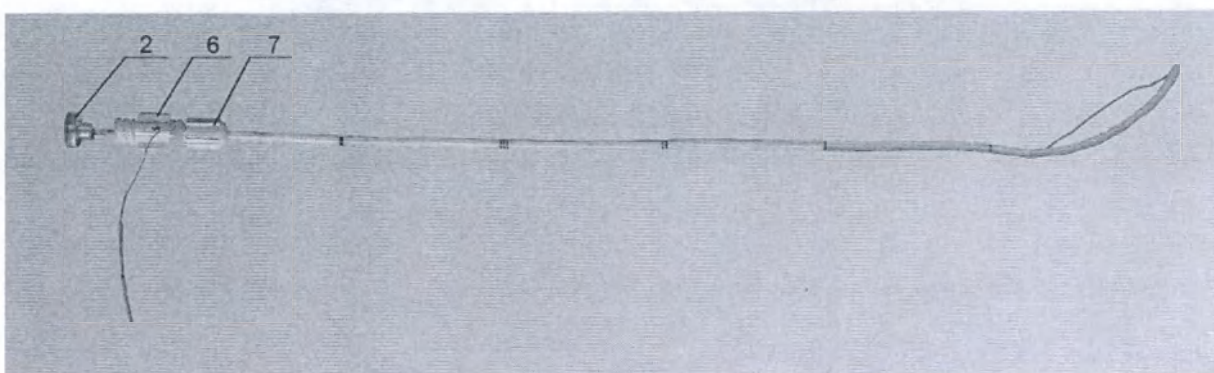

Рис. 4
2. Вставить канюлю установочную поз.2 до упора, расправив пузырьный конец катетера поз.1 (Рис.4).